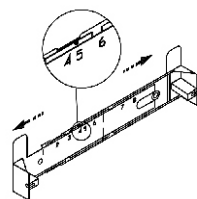

рис. 5
6.2 Крепление кронштейна к стене (рис. 5, 6):
- прежде чем прикрепить кронштейн к стене, необходимо выставить его (рис. 5) на нужный размер (равный ширине верхней фальштрубы), для этого увеличьте размер кронштейна (если это необходимо), раздвинув его;
- установите фиксатор напротив цифры 5 (см. рис.5);